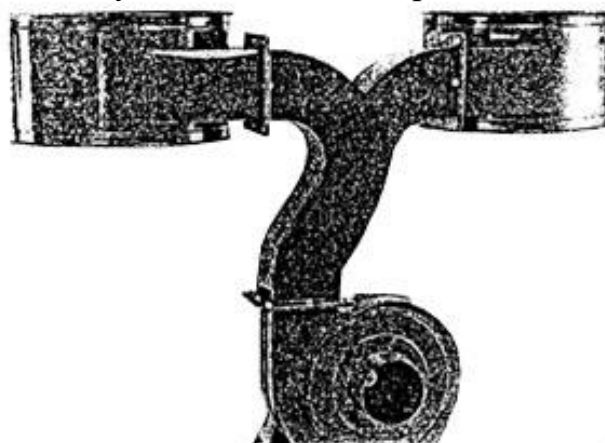

Рис. 10
- Закрепите две пылевых емкости на выходе. Установите двигатель и пневматическую установку, как показано на рис. 10 .